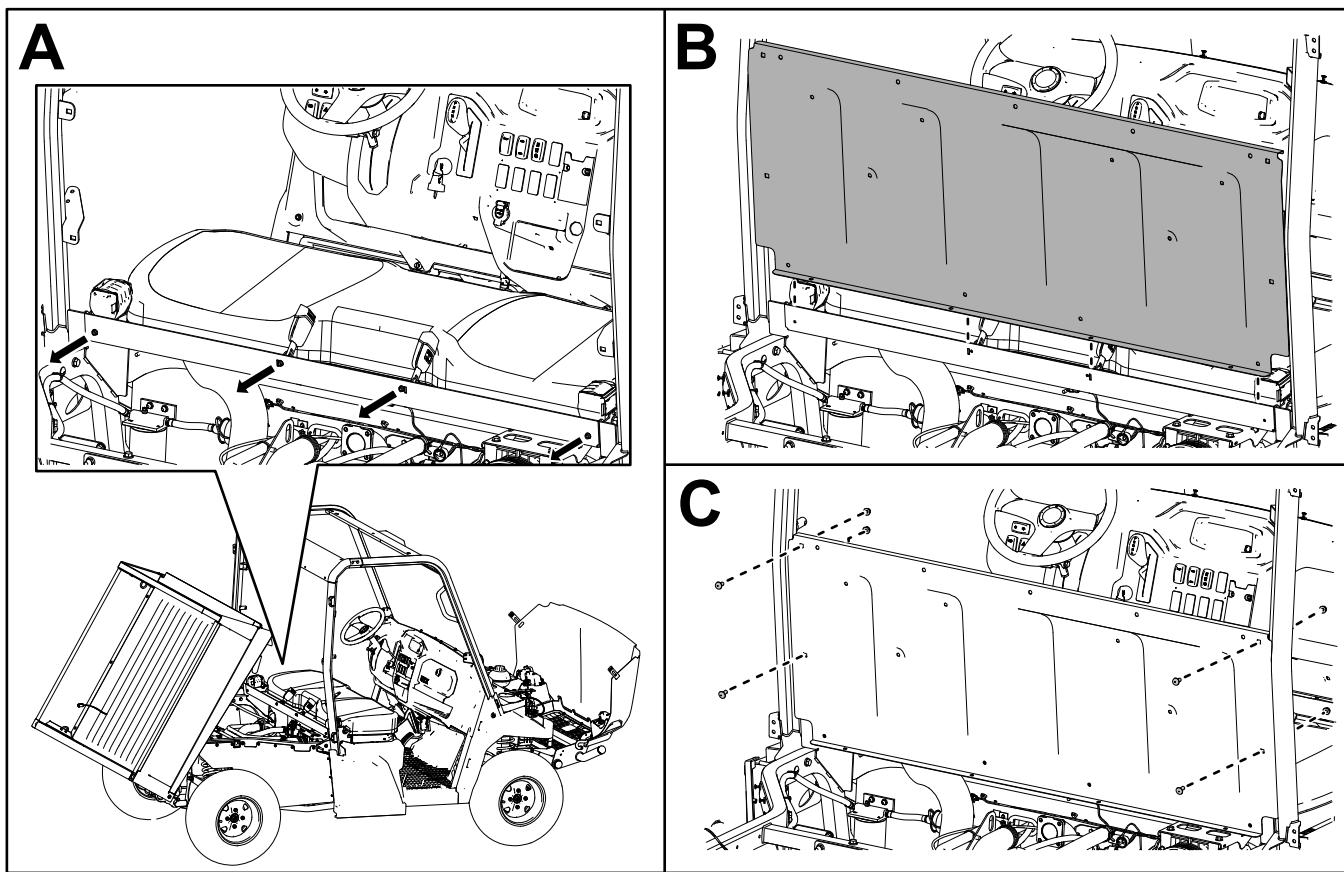

**Figura 17**
12. Sujete el travesaño trasero a los conjuntos traseros de la barra antivuelco con 4 pernos de cuello cuadrado (5/16" x 3/4") y 4 contratuerzas (5/16"), como se muestra en la Figura 17.
Asegúrese de colocar el travesaño como se muestra en la Figura 17.